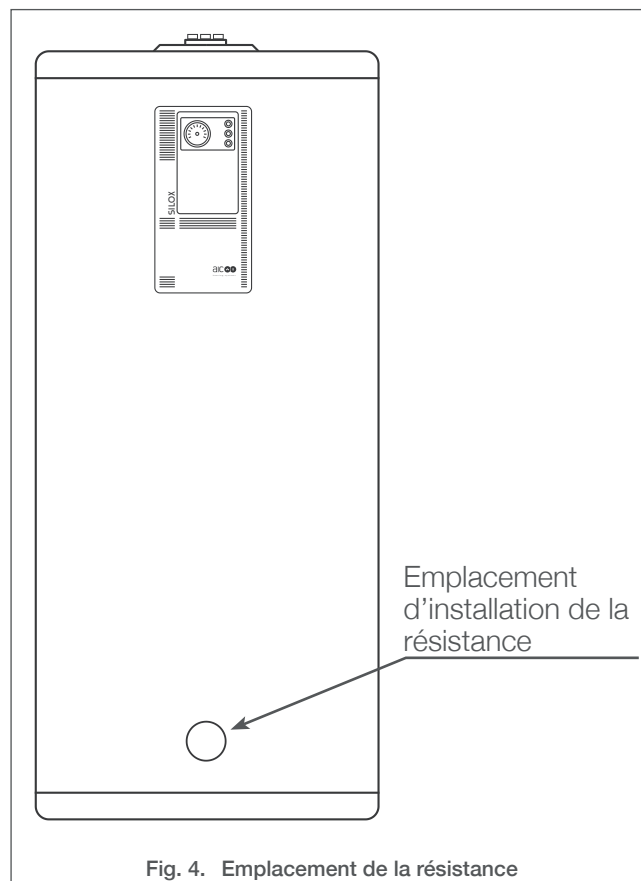

Fig. 4. Emplacement de la résistance
- Consulter également le détail de raccordement à la Fig. 4 ci-dessus ou câbler l'élément chauffant directement à un fusible.